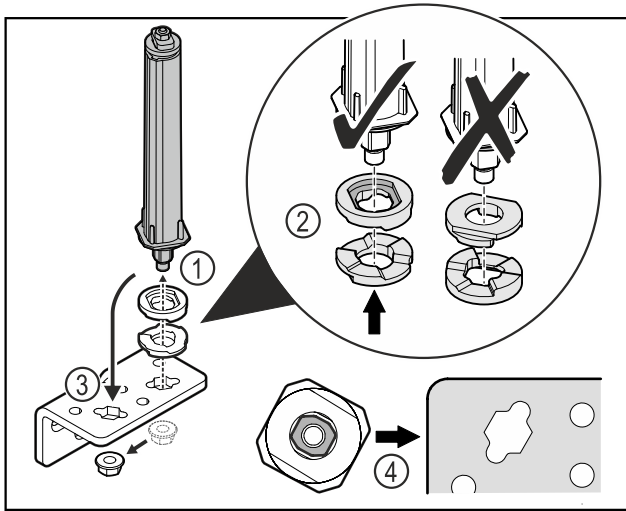

Fig. 37
- ▶ Atlaisvinkite veržlę ir pašalinkite durų uždarymo sistemą Fig. 37 (1).
- ▶ Atkreipkite dėmesį į tai, kad aukščio reguliavimo poveržlės būtų tinkamai išlygiuotos Fig. 37 (2).
- ▶ Perkelkite durų uždarymo sistemą šarnyriniame kampuočiuje ir užfiksuokite veržlę Fig. 37 (3).
- ▶ Įstatydami atkreipkite dėmesį į tai, kad durų uždarymo sistema būtų tinkamai išlygiuota Fig. 37 (4).